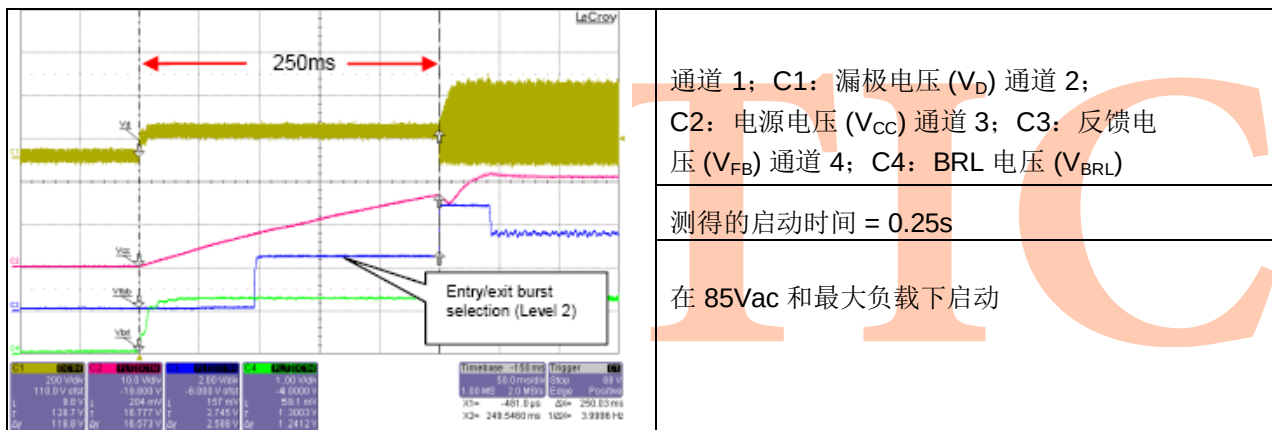

图 4 交流电源输入电压为 85Vac 时的启动延迟时间
启动时间是指从加载输入电压开始到 IC 启动的时间。ICE3ARxx80CJZ 有一个与输入大容量电容器相连的启动元件。加载输入电压后，启动元件将作为恒流源向 Vcc 电容器充电并向 IC 提供能量。当 Vcc 电容器达到 Vcc_on 阈值 17V 时，IC 启动。然后启动元件关闭，由辅助绕组给 Vcc 供电。启动时间独立于交流电源输入电压，可以用公式 (1) 计算。图 4 显示了 85Vac 电源输入下的启动时间。
因此，最小 V_{CC} 电容可以为 $4.9\mu F$ 。为了留出更多余量，设计时采用 $10\mu F$ 。所以启动时间 $t_{StartUp}$ 为 $0.19s$ 。测得的启动时间为 $0.25s$ （图 4）。必须在 V_{CC} 引脚附近（越近越好）增加一个 $0.1\mu F$ 滤波电容器以过滤高频噪声。